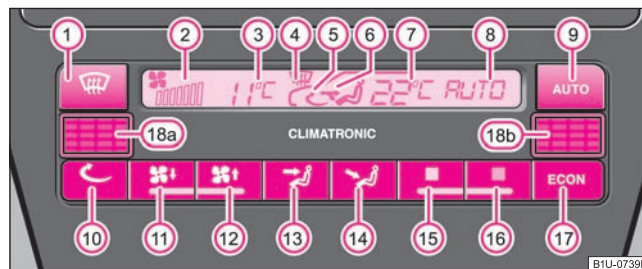

Fig. 102 Climatronic: Elementele de comandă
- Apăsați tasta **(AUTO)** ⇒ fig. 102.
Apăsați și mențineți apăsată tasta 17 **(ECON)** și 9 **(AUTO)** ⇒ fig. 102. Pe display se afișează datele în unitatea dorită de măsură a temperaturii.
- Apăsați tasta  ⇒ pagina 89, fig. 102.
Când parbrizul s-a aburit, apăsați tasta  **1** ⇒ pagina 89, fig. 102. După ce parbrizul s-a dezaburit, apăsați tasta **AUTO**. ■
- Apăsați tasta **11**, resp. **12** ⇒ pagina 89, fig. 102 pentru a reduce, resp. a crește turația.